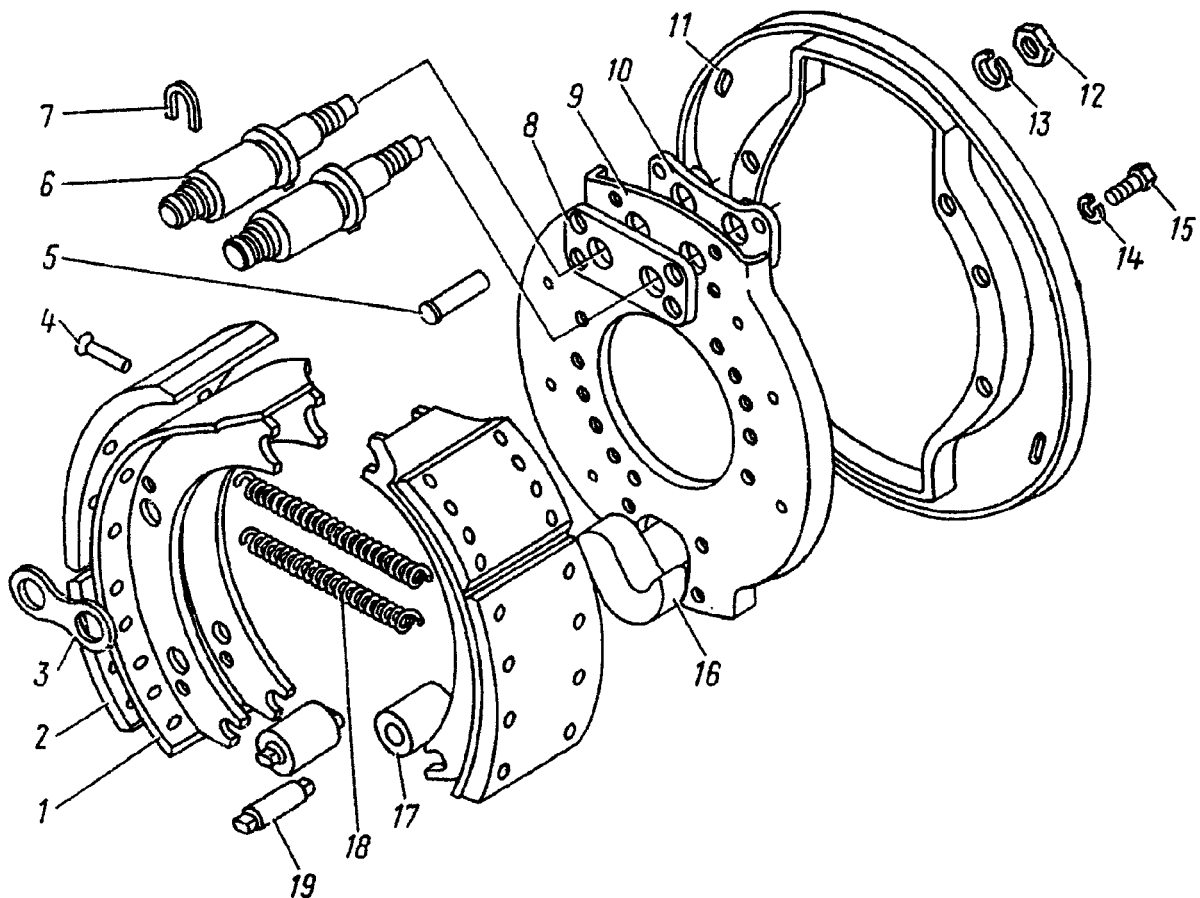

Рис. 228. Тормоза рабочие задние:
6. Снимите пружину 18 (рис. 228) тормозных колодок, чеки 7, накладку 3 осей колодок, колодки 1 с роликами 17 с осей 6 колодок	Бородок, молоток
77. Установите щиток 11 (см. рис. 228) рабочей тормозной системы, суппорт 9, наружный сальник, вверните болты 15 с пружинными шайбами 14	Ключ 13 мм